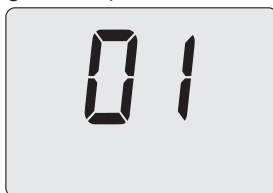

Figura 5.53
- Premendo il tasto 17 (Figura 5.50) sul display LCD appare il valore del parametro P05 (Figura 5.53).